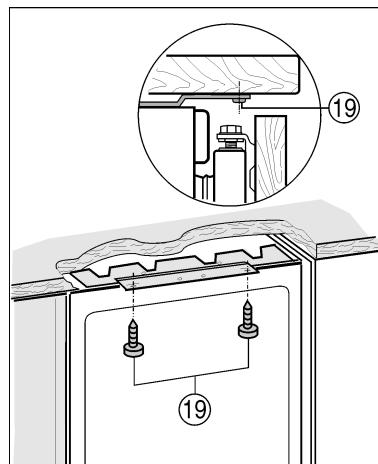

Fig. 15
► Atornille el aparato con tornillos para tablero de partículas largos Fig. 15 (19) en la parte superior.